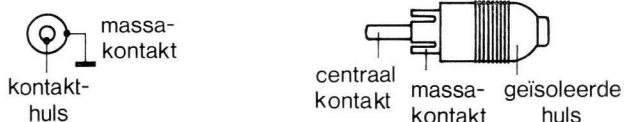

Fig. 8: Cynch-stekker (rechts) en bussen.
**Cynch-stekker** Stekker van een éénpolige coaxiale stekkerverbinding, die ook wel Cinch- of RCA-stekker genoemd wordt, →fig. 8.